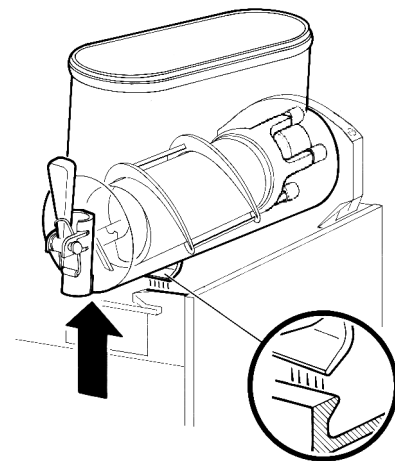

figura 6
2 En el caso del modelo MT 1P quitar la bandeja lateral levantando (1) el lado externo y desafilando (2) el gancho situado en el lado opuesto (ver figura 6).
3 Desmontar el contenedor empujando ligeramente la parte inferior (lado grifo) hacia arriba para dejar libres los ganchos inferiores (ver figura 6) y luego quitarlo por adelante (ver figura
7 En el caso del modelo MT 1P montar la bandeja lateral con la sequencia invertida de cuanto se ha hecho para el desmontaje (ver figura 6).